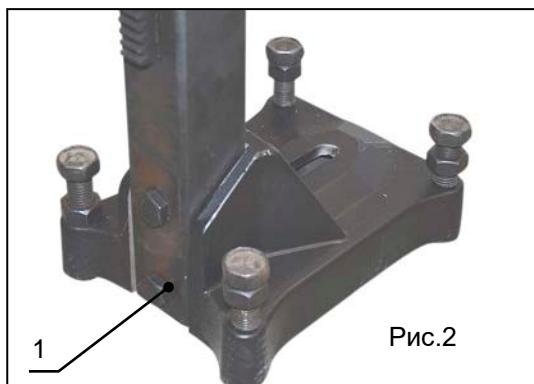

Рис.2
2. Открутите два болта крепления стойки к основанию. Переверните стойку на 180градусов (зубчатая рейка должна смотреть в сторону предполагаемого сверления) и при помощи двух болтов закрепите стойку на основании (поз.1, рис.2).